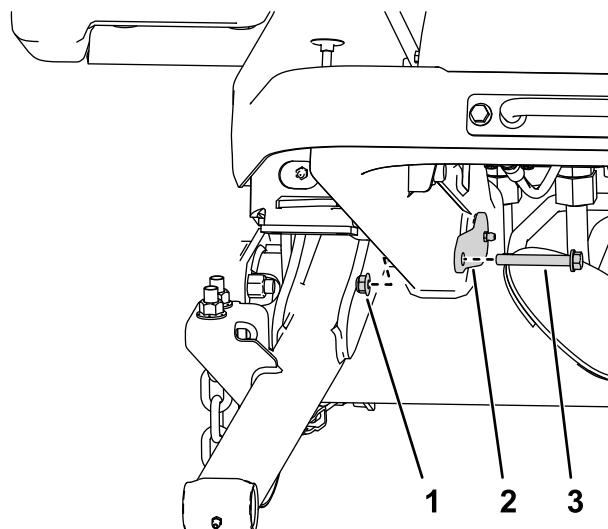

図 7
- 大きいピンをフレームに取り付けるボルト $\frac{3}{8}$ " x $2\frac{3}{4}$ "2本とナット $\frac{3}{8}$ "2個を使用する 図 7。